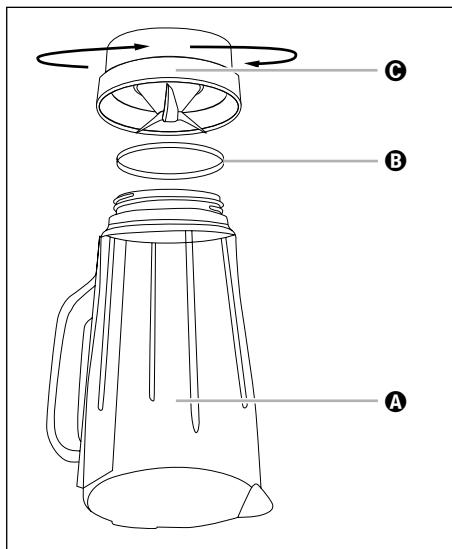

Fig. 4
- 2) Collegare l'apparecchio sulla testa e ruotare la parte di plastica **C** dell'inserto mixer **③** in senso antiorario in modo tale che la si possa staccare dalla parte di vetro **A** dell'inserto mixer **③** (vedere Fig. 4).